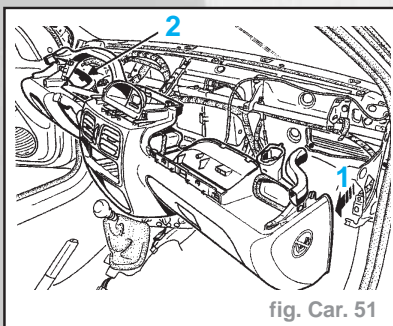

fig. Car. 51
- Soulever légèrement la planche de bord afin de la dégager des pions de maintien au niveau des vis de fixation (L) (voir ci-avant).
- Écarter la planche côté droit (1) (fig. Car. 51).
- Faire coulisser le manchon (2) afin de pouvoir retirer le côté gauche de la planche (fig. Car. 51 et 52).